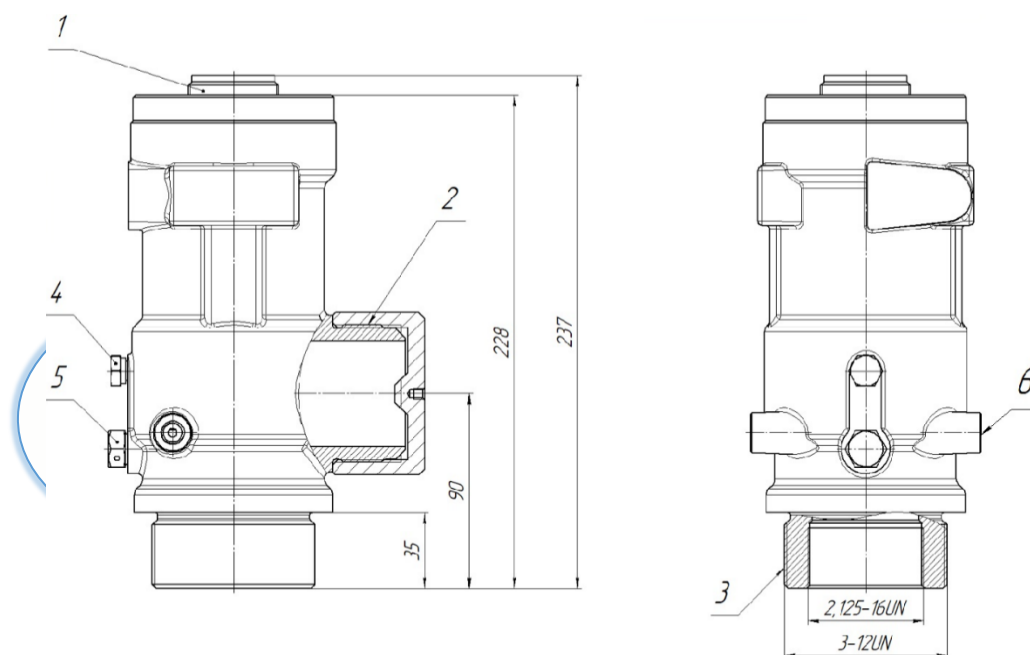

Рисунок 3 ЗПУ Ду50 тип YFMO200
1.3.1.9. Общий вид ЗПУ Ду50 тип YFMO200 представлен на Рисунок 3.